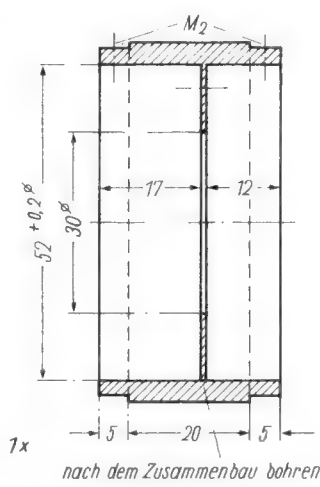

Bild 7. Vorderdeckel
Wir kommen nun zur Anfertigung des Gehäuses. Auch dieses wird vorteilhaft aus Messing hergestellt und matt vernickelt. Es ist etwas schwerer als eine Leichtmetallausführung. Den Kopf drehen wir nach Bild 6, — Vorder- und Hinterdeckel nach Bild 7 und 8 werden durch je drei
- 1 Vorderdeckel Bild 7